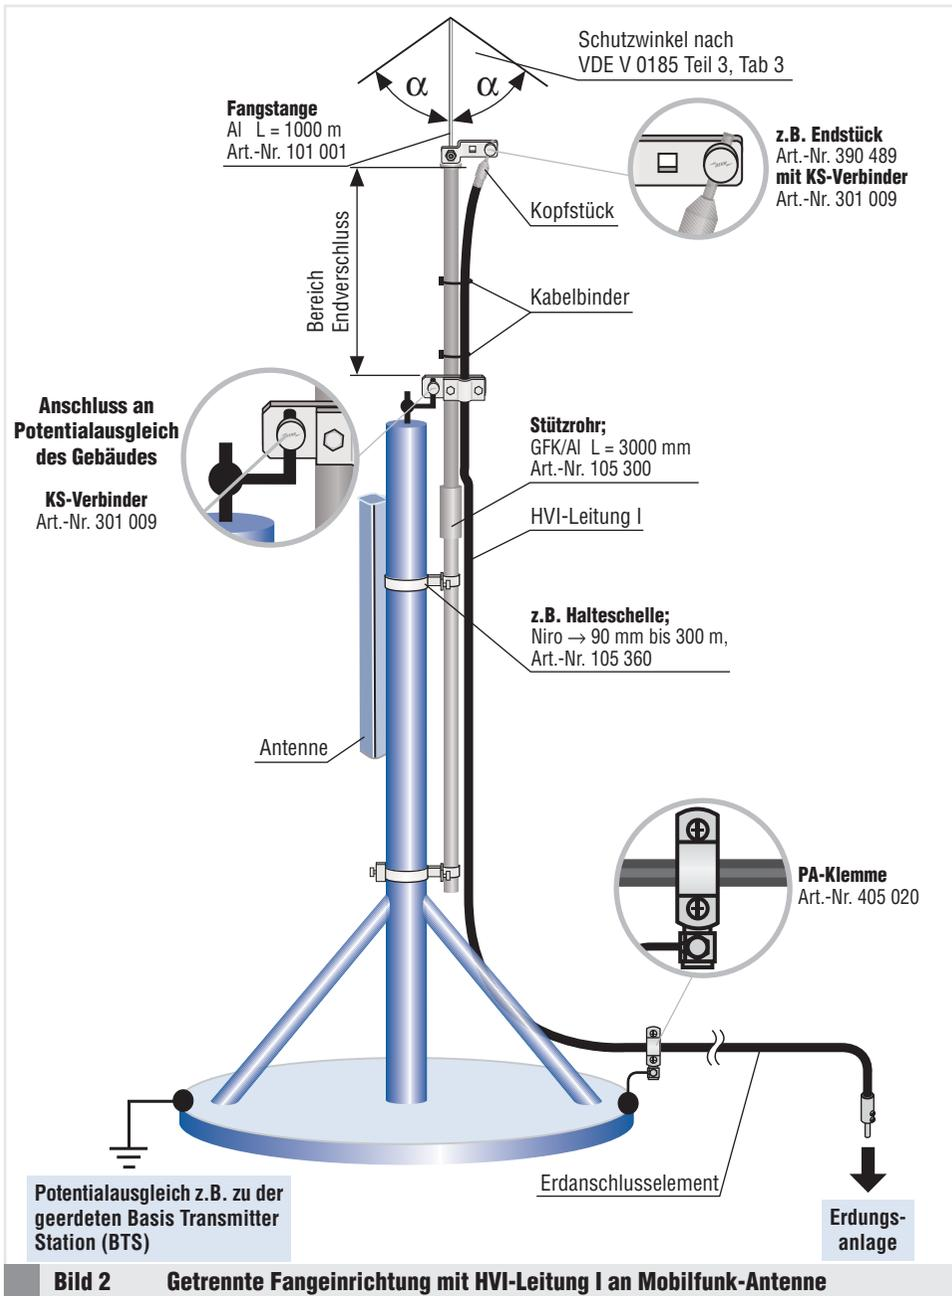
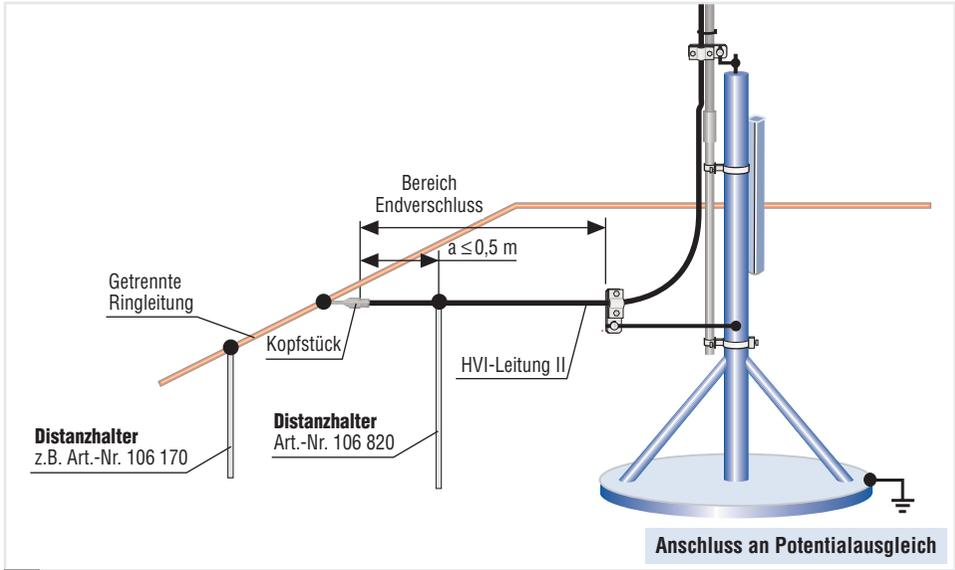

Bild 2 Getrennte Fangeinrichtung mit HVI-Leitung I an Mobilfunk-Antenne
Bild 4 Anschluss HVI-Leitung II an "Getrennte Ringleitung"
Die **HVI-Leitung I** wird verwendet, wenn die Fangeinrichtung des Äußeren Blitzschutzes direkt mit der Erdungsanlage des Gebäudes verbunden wird (siehe Bild 2, Seite 4)
Die **HVI-Leitung II** wird eingesetzt, wenn z.B. mehrere zu schützende Anlageteile nicht einzeln, sondern gemeinsam über eine "Getrennte Ringleitung" mit der Erdungsanlage des Gebäudes verbunden werden (siehe Bild 4, Seite 6 u. Pkt. 6, Seite 9 "Getrennte Ringleitung").
[siehe Bild 2, Seite 4 und Bild 9, Seite 11]
Im Bereich des Endverschlusses dürfen keine elektrisch leitfähigen oder geerdeten Teile angeordnet sein, z.B. Leitungshalter, Konstruktionsteile, usw. Im Bereich des Endverschlusses ist der errechnete Trennungsabstand s einzuhalten. Die Befestigung der HVI-Leitung am Stützrohr aus Isolierstoff wird mit den mitgelieferten Kabelbindern ausgeführt, wobei der Verschluss des Kabelbinders auf der Rückseite des Stützrohres aufliegen muss (siehe Bild 2, Seite 4 und Bild 9, Seite 11).
- Die Befestigung nur im Bereich bis $a \leq 0,5$ m, vom Kopfstück aus gemessen, zulässig ist (siehe Bild 4 u.5, Seite 6).
Anschlussmöglichkeiten des Kopfstückes an eine überragende Fangstange sind im Bild 6 dargestellt (siehe auch Bild 2, Seite 4 und Bild 9, Seite 11).
Nur das Kopfstück darf mit der Fangeinrichtung (siehe Bild 2, Seite 4 und Bild 9, Seite 11), der "Getrennten Ringleitung" (siehe Bild 4, Seite 6) oder der Ableitung (siehe Bild 5, Seite 6) des Äußeren Blitzschutzes verbunden werden.